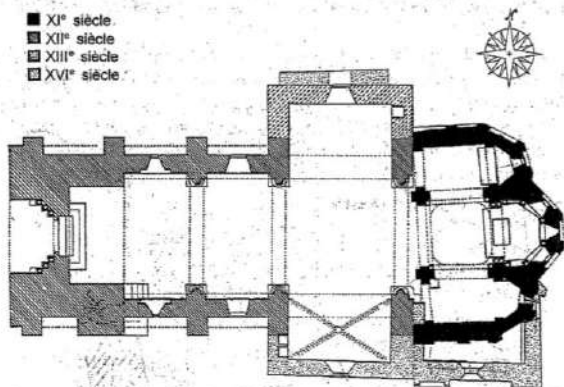

FIG II 2 - ÉTAPES DE LA CONSTRUCTION DE L'ÉGLISE
L'église de Canac dresse en bout de hameau un chevet puissant dominé d'un clocher à tour carrée. Matrice de la paroisse avec privilège de baptistère et de cimetière, Canac a la prépondérance sur Campagnac jusqu'au XVI^e siècle, ce qui explique l'ampleur de l'édifice. Sans autre document que la lecture des pierres et quelques parentés de style, la simple observation de plan (Figure II-2) nous permet actuellement de déchiffrer trois grandes étapes de construction : (I) chevet-chœur-absidiole et clocher occupant la partie orientale ; (II) nef et narthex occupant la partie occidentale ; (III) bas côté, formant chapelles et autres adjonctions.